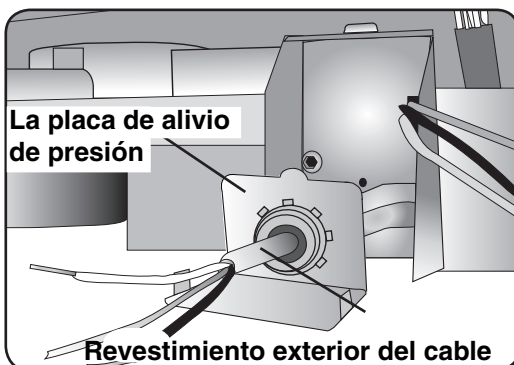

Ilustración 31
- 2 Corra el cable de alimentación eléctrica a través del alivio de presión, como muestra la Ilustración 31. Asegúrese que el revestimiento exterior del cable pase cerca de 1/2" (13mm) a través del prensacable.